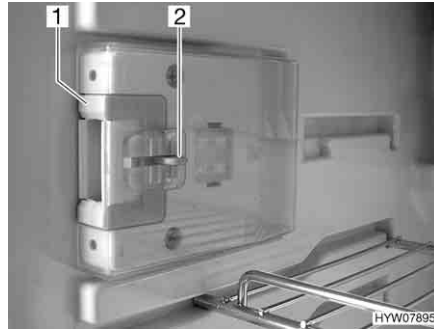
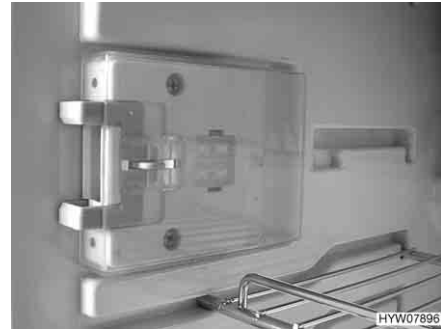

Fig. 139 Dispositivo di chiusura in posizione normale
Fig. 140 Dispositivo di chiusura in posizione di ricircolo d'aria
- Premere il dispositivo di sblocco (Fig. 139,2).
- Spingere il dispositivo di chiusura (Fig. 139,1) in avanti (Fig. 140).